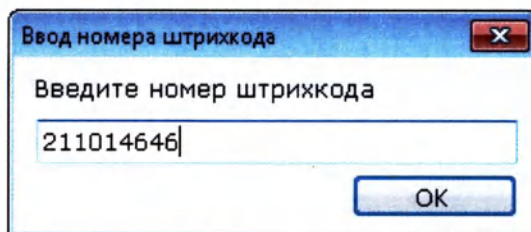

Рисунок 13.14
2. В открывшемся окне введите номер пробирки (Рисунок 13.14):